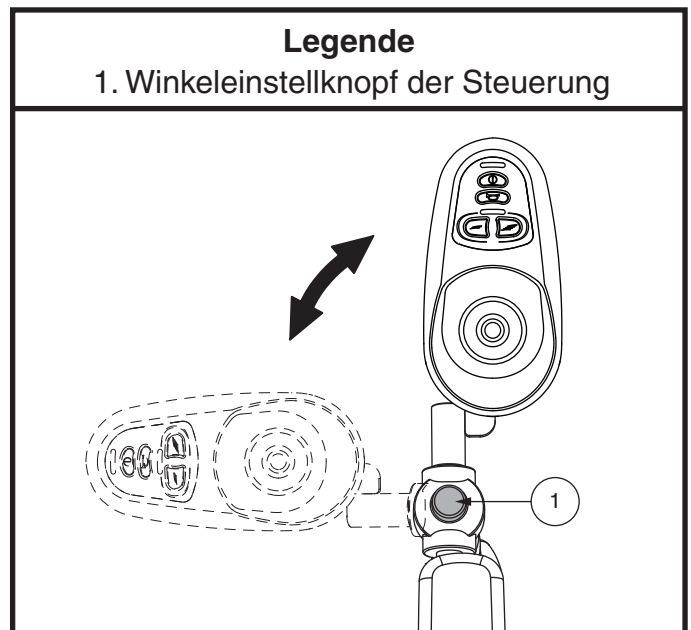

Abb. 11. Einstellung des Steuerungswinkels
1. Halten Sie den Winkeleinstellknopf der Steuerung gedrückt und drehen die Steuerung nach links oder rechts in die gewünschte Stellung. **Siehe Abb. 11.**